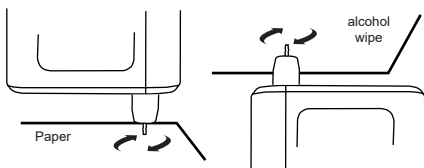

Fig. 2.8
- Para la limpieza de los sistemas óptico y térmico, sostenga el dispositivo con la punta de la sonda en ángulo recto (90 grados) respecto a la toallita con alcohol o al papel, respectivamente. Ejecute un movimiento circular suave sin retraer la punta ni aplicar demasiada fuerza (Fig. 2.8).